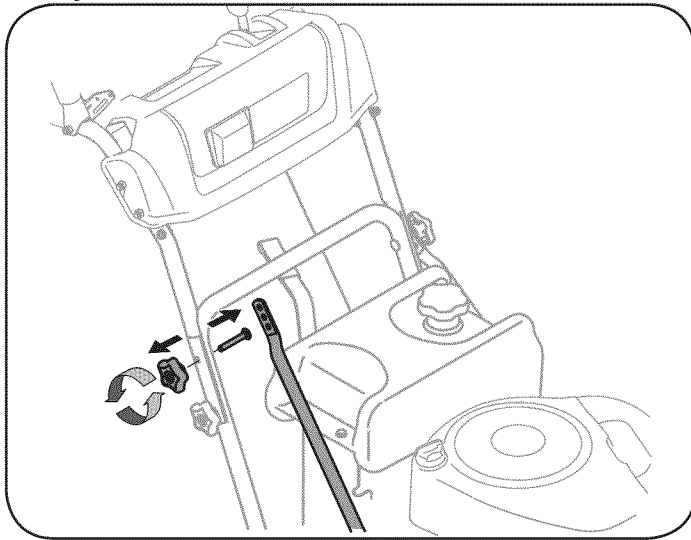

Figura 22
1. Extraiga la perilla en estrella superior y el tornillo del carro que están del lado derecho y del lado izquierdo de la manija. Vea la Figura 22.